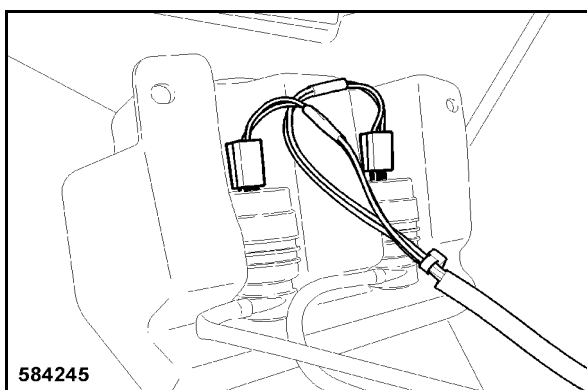

fig. 223
- Brancher les deux connecteurs des pompes des lave-glaces (fig. 223).